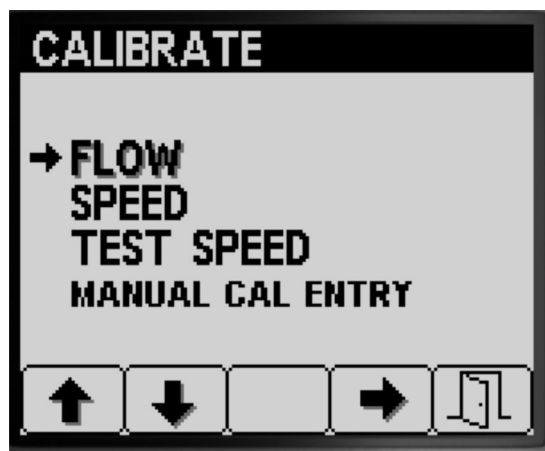

Figura 41
2. Premete il pulsante 1 o 2 nel sottomenu TARATURA per navigare fino all'opzione PORTATA (Figura 41).
3. Premete il pulsante 4 per selezionare l'opzione Taratura della portata (Figura 41).